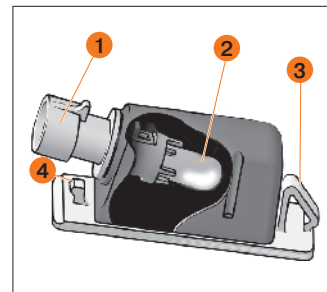

Рис. 82. Фонарь освещения номерного знака
Для замены лампы в фонаре освещения номерного знака снимите его с автомобиля. В посадочном гнезде фонарь удерживается пружинной защелкой **3** и фиксатором **4** (рис. 82).
- воздействуя с левой стороны фонаря, например, лезвием ключа выключателя зажигания, аккуратно сдвиньте его вправо и выведите фиксатор **4** из зацепления (рис. 82);
- воздействуя на пружинную защелку **3** с правой стороны фонаря лезвием ключа, аккуратно сдвиньте его влево и выведите фонарь из посадочного места (рис. 82);
- повернув патрон **1** (рис. 82) против часовой стрелки, выньте его в сборе с лампой из корпуса фонаря и извлеките лампу **2** (рис. 82), потянув ее на себя.